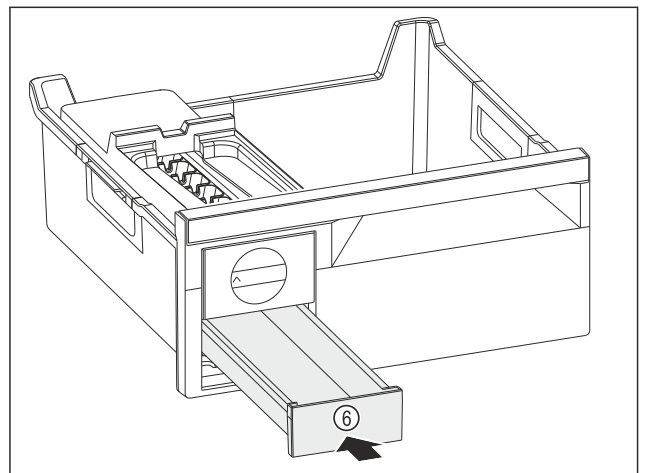

Fig. 115
- ▶ Eiskubenschubfach Fig. 115 (6) einschieben.